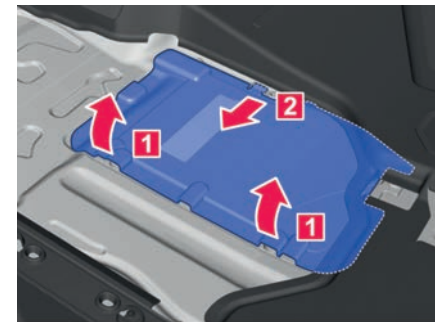

Abb. 200 Im Fußraum vorn: Abdeckung der 12-Volt-Fahrzeugbatterie ausbauen (Prinzipdarstellung).
1. Abdeckung in Pfeilrichtung anheben, bis die Abdeckung ausrastet → **Abb. 200 1**.
2. Abdeckung in Pfeilrichtung ziehen, bis die Fahrzeugbatterie frei liegt → **Abb. 200 2**.